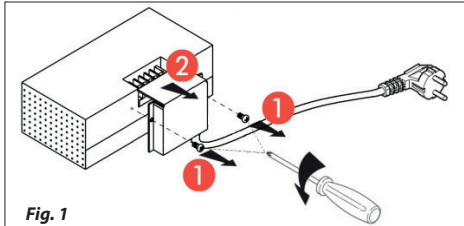

Fig. 1
3. Rimuovere la copertura del morsetto con un cacciavite (**Fig. 1**).